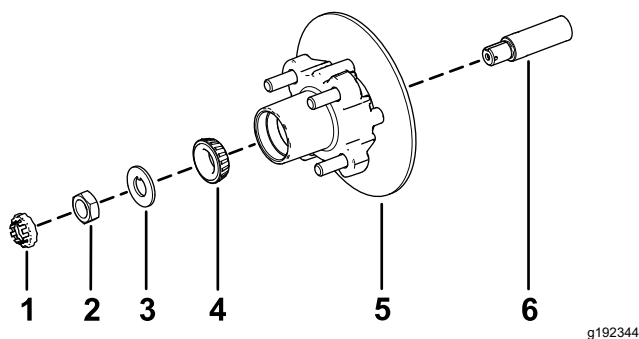

Рисунок 34
- Нанесите тонкий слой консистентной смазки указанного типа на ось (Рисунок 34).
- Установите ступицу и тормозной диск на ось так, чтобы тормозной диск был внутри (Рисунок 34).
- Установите наружный подшипник на ось и в наружное кольцо (Рисунок 34).
- Установите стопорную шайбу на ось (Рисунок 34).
- Наверните гайку шпинделя на шпиндель и затяните гайку с моментом 15 Н·м, поворачивая ступицу так, чтобы подшипник был посажен на место (Рисунок 34).
- Совместите тормозные колодки с обеих сторон тормозного диска (Рисунок 30) с отверстиями в кронштейне суппорта и отверстиями в креплении тормоза на цапфе (Рисунок 34).